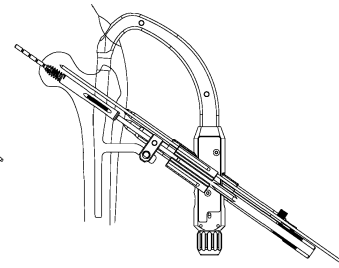
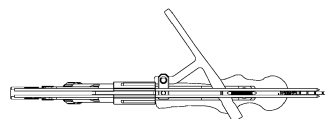

図 1-2
図 2
- 4) LS センターガイドにガイドピンを挿入し、エクストラスクリュー/エクストラピンの位置を正面像 (図 1-2) 及び軸斜像 (図 2) で確認することも可能です。